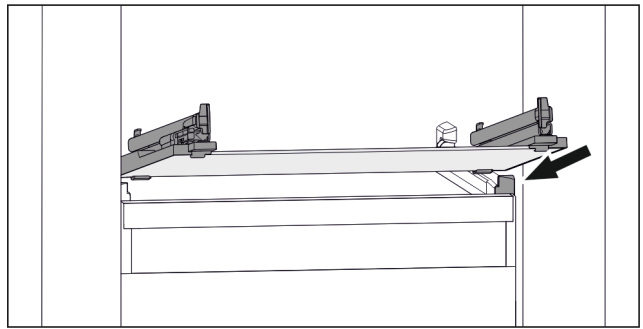

Fig. 112 Примерное отображение стеклнной пластины
- ▶ Наклоняя вниз, установите стеклнную пластину за стопоры. (см. Fig. 112)